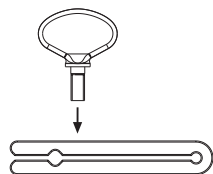

Fig. 18
- Montera avdragshjälp, se Fig. 18.